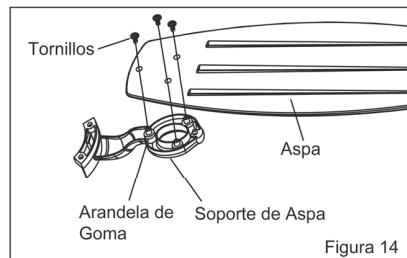

Figura 14
Paso 1 Liga la aspa al soporte de la aspa usando los tornillos como mostrado en la Figura 14 . Nota que las arandelas ya estan sujeta al soporte de la aspa. Repet  esto con los dos  ltimos tornillos.